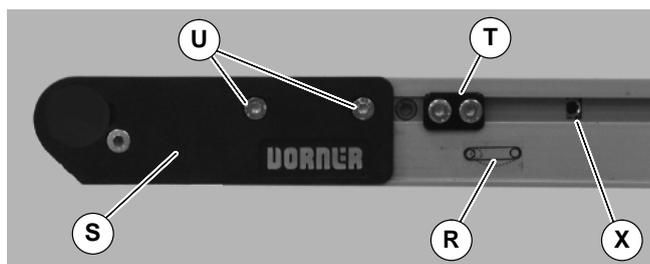

Abbildung 37
1. Am Spannende des Förderbandes, das mit einem  Etikett gekennzeichnet ist (R siehe Abbildung 37), vordere Deckplattengruppe anpassen (S): Zu beiden Seiten des Förderbandes die Befestigungsschrauben lösen (U) und das Ritzel drehen (X), um die vordere Deckplattengruppe anzupassen.
- Die vordere Deckplattengruppe so anpassen, dass das Ende des Förderbandrahmens mit der ersten Spannmарkierung ausgerichtet ist (BR siehe Abbildung 38). Die Befestigungsschrauben (U siehe Abbildung 37) zu beiden Seiten des Förderbandes mit 7 Nm festziehen.
- Falls mit Spurführungsnocken ausgestattet (T siehe Abbildung 37), gegen die vorderen Deckplatten neu positionieren und Spurführung anpassen. Siehe „Spannen des Gurtes“ auf Seite 16.